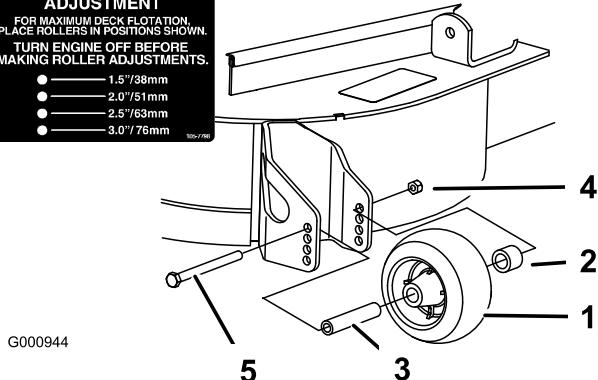

Bild 14
1. Nach dem Einstellen der Schnithöhe sollten Sie die Rollen einstellen. Nehmen Sie die Bundmutter, die Büchse, das Distanzstück und die Schraube ab (Bild 14).
3. Setzen Sie die Bundmutter, die Büchse, das Distanzstück und die Schraube ein. Ziehen Sie sie auf 54 bis 61 Nm an (Bild 14)